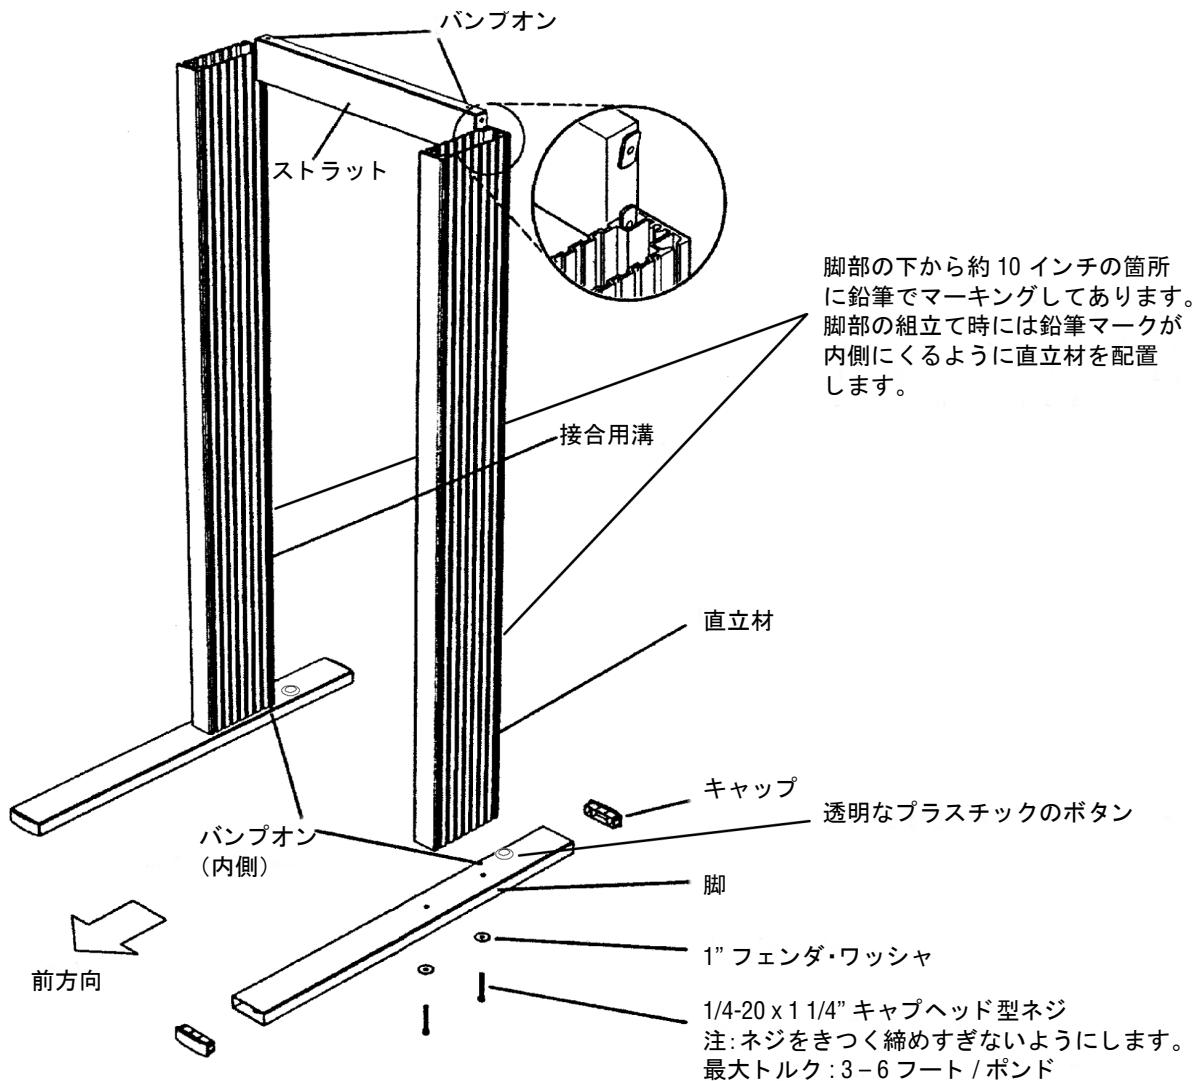

図 4: 脚部アセンブリとストラットの調整
2. 脚部アセンブリの水平バーに小さいプラスチックのボタンがついていることを確認します。このボタンが台車の内側になります。図4に示すように脚部アセンブリを置きます。脚部アセンブリ間のスペースがストラットの長さにほぼ等しい程度にしておきます。
7. 図 4 に示すように、脚部アセンブリの間にストラットを水平に取り付けます。ストラットの開いている方が後部に向きます。ナットを脚部アセンブリの後部側の接合用の溝に合わせます。